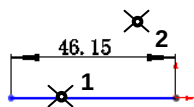

图 2.9.1 线段长度的标注
Step3. 在系统 **选择一个或两个边线/顶点后再选择尺寸文字标注的位置。** 的提示下，单击位置 1 以选取直线（图 2.9.1），系统弹出“线条属性”对话框。